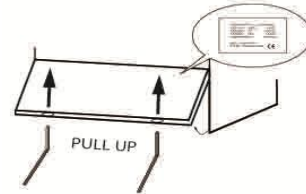

Abb. 4
- Ziehen Sie die Frontplatte mithilfe eines Innensechskantschlüssels oder Ähnlichem, das Sie in die entsprechenden Öffnungen einführen, heraus; die Platte nach außen ziehen. Bei Durchschub-Modellen schrauben Sie die Schrauben an der Unterseite der Platte ab. (Abb. 4)